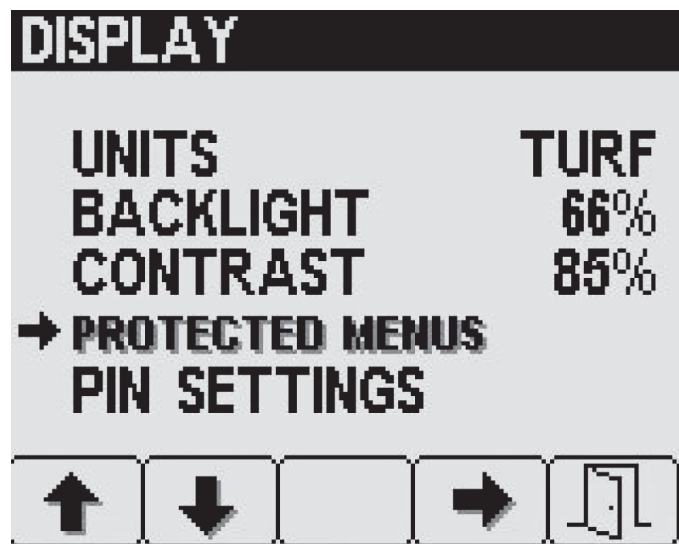

Figure 27
- Appuyez sur la touche 2 de l'écran de réglages de l'Affichage jusqu'à atteindre l'option Menus protégés, puis appuyez sur la touche 4 pour sélectionner "Menus protégés" (Figure 27).
- Appuyez sur la touche 2 jusqu'à atteindre l'élément de menu protégé souhaité (Figure 27).